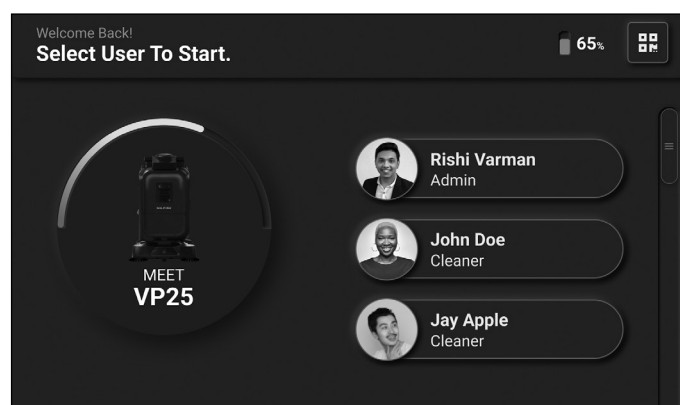

Abbildung 21
1. Wählen Sie das Konto aus, mit dem Sie sich anmelden möchten (**Abb. 21**).